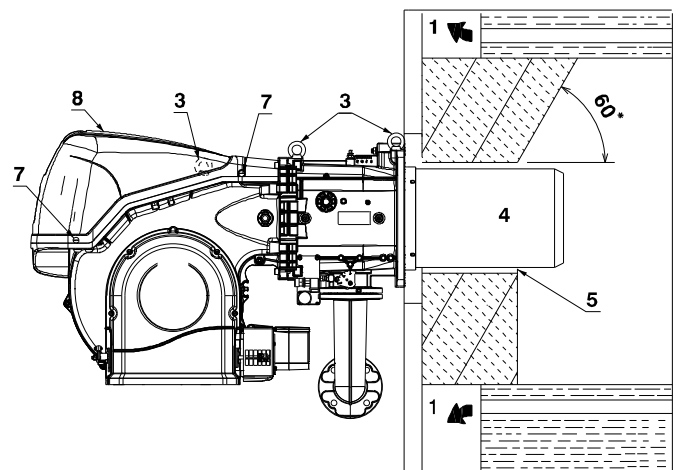

Fig. 14
Para calderas con paso de humos delantero 1)(Fig. 14) o con cámara de inversión de llama, colocar una protección de material refractario 5) entre el refractario de la caldera 2) y el tubo llama 4).
Preparar un sistema de elevación adecuado enganchándose con los anillos 3)(Fig. 14), después de haber quitado los tornillos 7) de fijación de la tapa 8).
- Colocar la protección térmica suministrada con la instalación en el tubo llama 4)(Fig. 14).